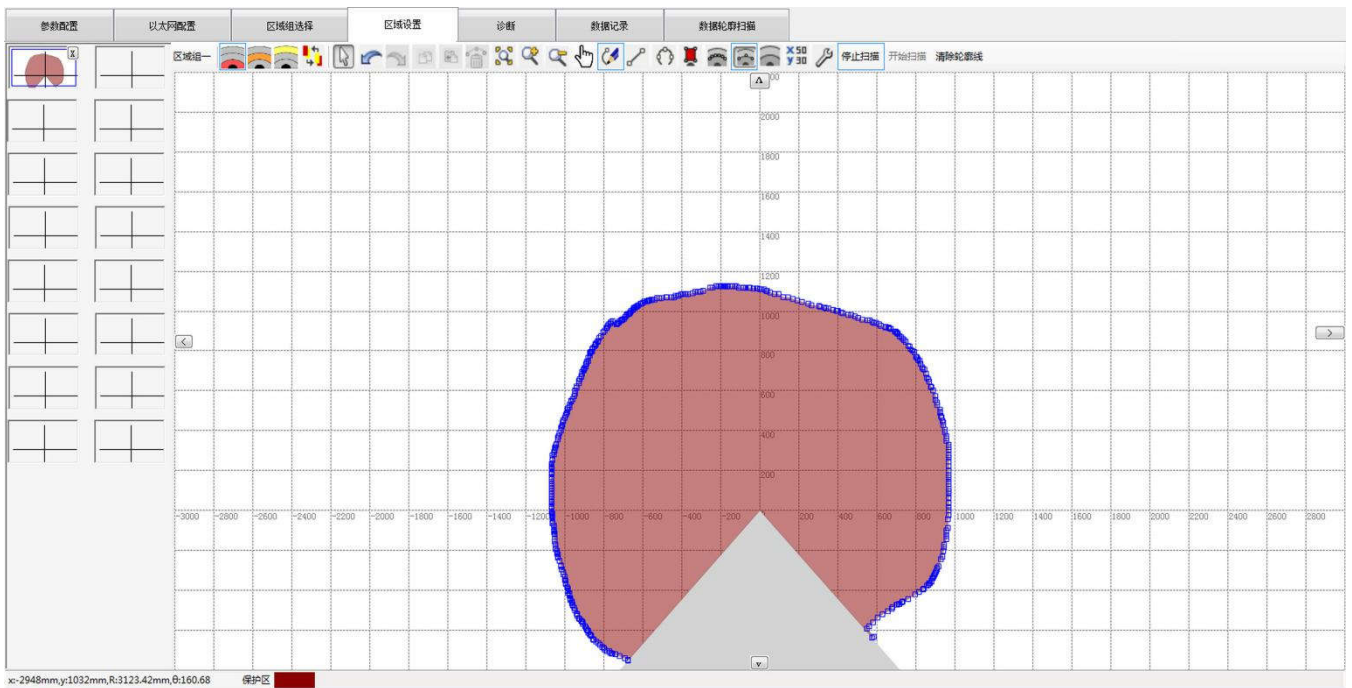

图 2.5.26 最小轮廓法设定保护区边界
(1) 点击工具栏【扫描最小轮廓】，操作员使用试件围绕待设保护区边界移动一周，激光雷达将采集到的最小环境轮廓生成保护区边界并不断更新，如下图 2.5.26 所示。